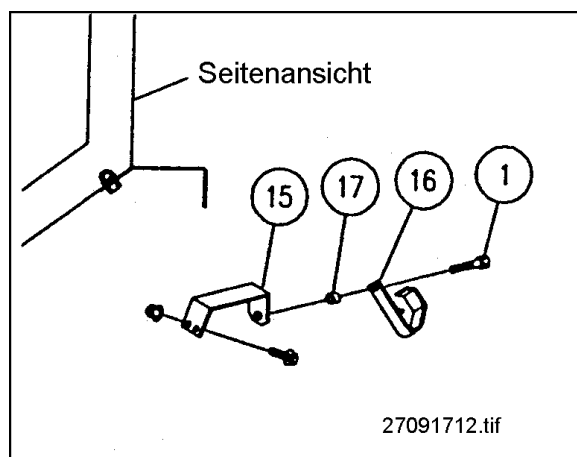

Abb. 13: Montage Kurbelhalter
14. Den Bügel (15) an der Rückwand des Umladewagens befestigen. Anschließend Kurbelhalter (16) und die Buchse (17) mit der Schraube (1) am Bügel (15) anschrauben. (s. Abb. 13)